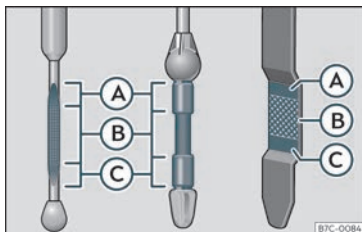

Fig. 202 Vareta de medição do nível de óleo.
- Em seguida, retire-a novamente e verifique o nível do óleo»» Fig. 202. Caso seja necessário, reponha óleo do motor.
- Quando o nível de óleo atingir pelo menos a zona»» Fig. 202 (B), enrosque a tampa do bocal de enchimento com cuidado »» ❶.
❶ CUIDADO
Se o nível do óleo se encontrar por cima da zona»» Fig. 202 (A), não ponha o motor em funcionamento. Pode causar danos no motor e no catalisador. Dirija-se a uma oficina especializada.
O nível do óleo não pode ultrapassar, em caso algum, a zona»» Fig. 202 (A). Caso contrário, poderia ser aspirado óleo pela ventilação do cárter da cambota e chegar à atmosfera através do sistema de escape.
❶ Aviso